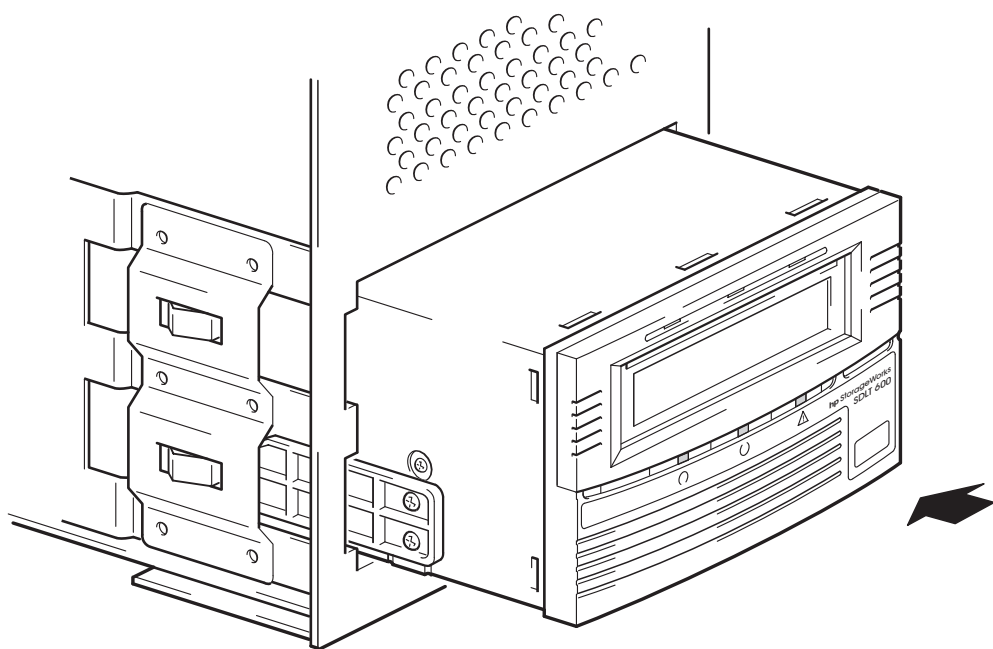

图 6: 安装磁带机
- 1 将磁带机滑入打开的托架，使导轨和托架中的槽对齐，如图 6 所示。